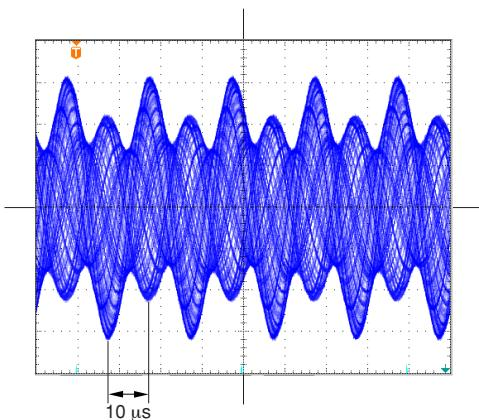
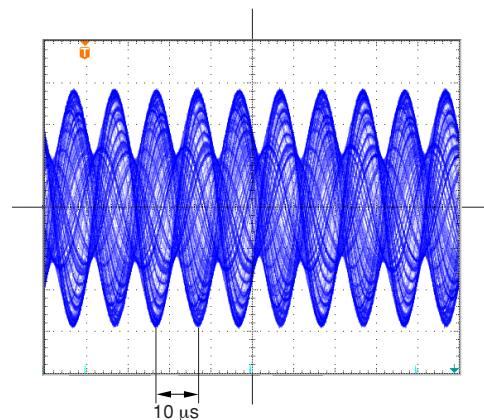

図6-2
図6-3
- ③ GBALボリュームを右廻し (CW) いっぱいに廻し、スケールを移動させると図6-2に示すような波形が、観測されます。
このとき、DC1ボリュームを調整して図6-3に示すように、隣り合う山の高さを均一にします。
- ④ GBALボリュームを左廻し (CCW) いっぱいに廻し、スケールを移動させると、③と同様に図6-2に示すような波形が観測されます。このとき、DC2ボリュームを調整して図6-3に示すように、隣り合う山の高さを均一にします。